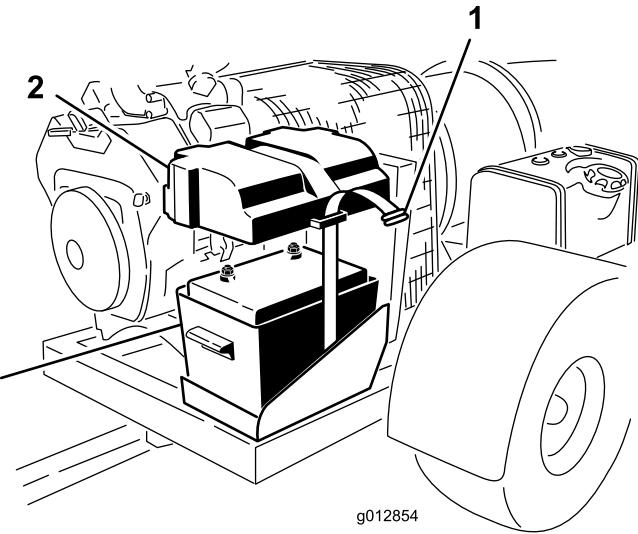

Figure 4
- Détachez la sangle qui retient le couvercle de batterie sur le compartiment de batterie (Figure 4).